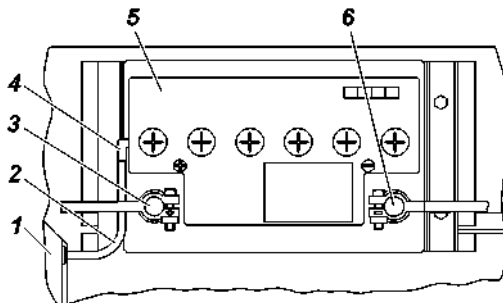

Рис. 9.37. Аккумуляторная батарея автомобилей УАЗ-220695, УАЗ-396295:
Батарея установлена в кабине с левой стороны за брызговиком колеса. На автомобилях УАЗ-220695, УАЗ-396295 применяется аккумуляторная батарея с вентиляционной трубкой. Трубка 2 (рис. 9.37) выведена за пределы салона автомобиля в подкапотное пространство. Если при нормальной эксплуатации автомобиля батарея постепенно разряжается или чрезмерно заряжается генератором и электролит начинает «кипеть», то необходимо проверить работу генератора.
1. Отсоедините трубку 2 (рис. 9.37) от аккумуляторной батареи 5;